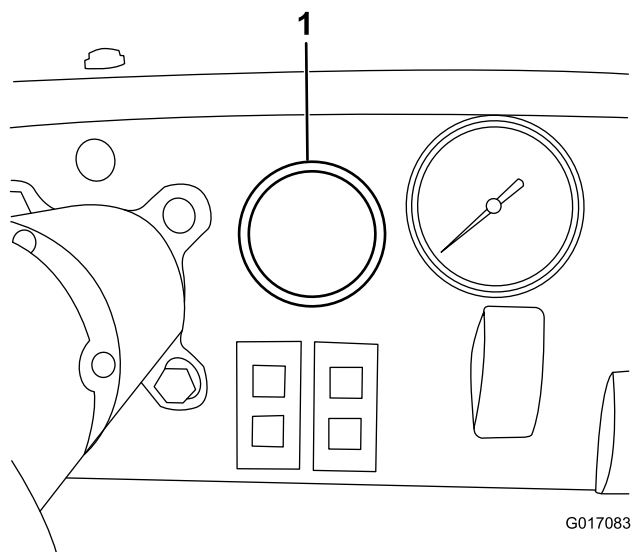

Figure 2
1. Retirez l'obturateur défonçable dans le tableau de bord de la machine et montez l'indicateur de vitesse à cet emplacement Figure 2.